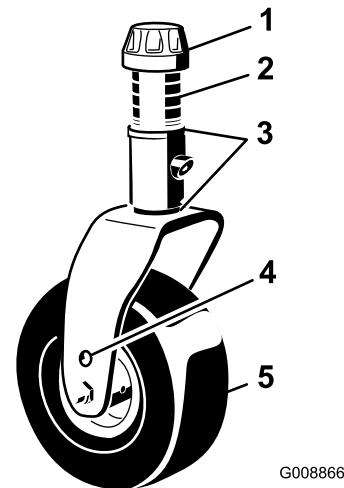

Figura 32
3. Regolate gli spessori (3 mm) sulla forcella (o forcelle) della ruota orientabile, finché l'altezza di taglio non corrisponde al valore riportato sull'adesivo (Figura 32); fate riferimento a Regolazione dell'altezza di taglio \(pagina 28\).